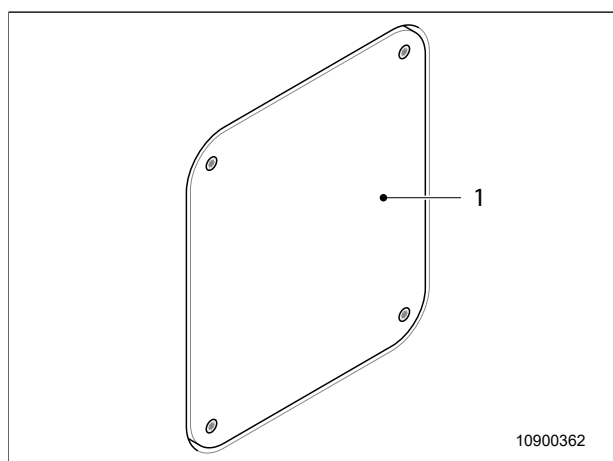

Fig. 64 Orificio de revisión
6. Quitar el orificio de revisión (Fig. 64, pos. 1) si está presente. Según el vehículo básico, el equipamiento y el plano, los orificios de revisión podrán encontrarse debajo de la cama, en el arcón de gas o en la estantería.